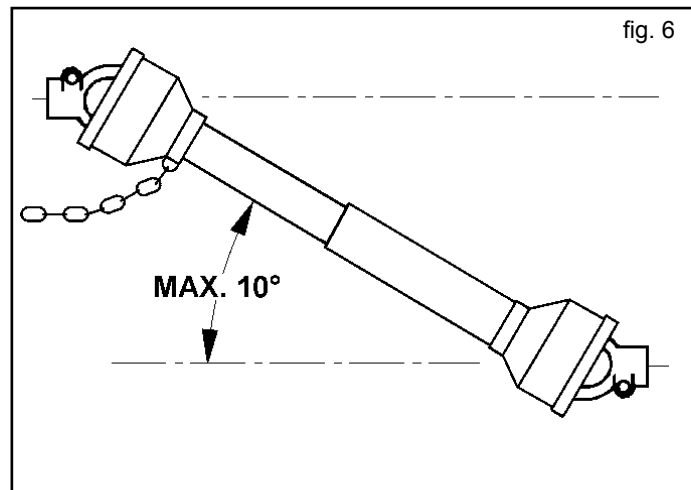

fig. 6
- 12) Disinserire, sempre, la presa di potenza quando l'albero cardanico supera un angolo di 10 gradi (Fig. 6) e quando non viene usata.